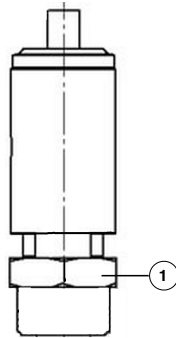
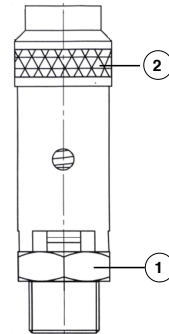

Abb. 17: Sicherheitsventil 1/4"-Anschluss
Abb. 18: Sicherheitsventil 1/2"-Anschluss
2. Öffnen Sie für wenige Sekunden das Sicherheitsventil durch Drehen der Rändelmutter (Abb. 18 auf Seite 43) gegen den Uhrzeigersinn. Während dieses Vorgangs öffnet sich der Verschluss des Sicherheitsventils, wodurch Luft entweichen muss.
1. Setzen Sie an der Schlüssel­fläche einen Gabelschlüssel an (Abb. 17 und Abb. 18 auf Seite 43) und schrauben Sie das Sicherheitsventil gegen den Uhrzeigersinn heraus.